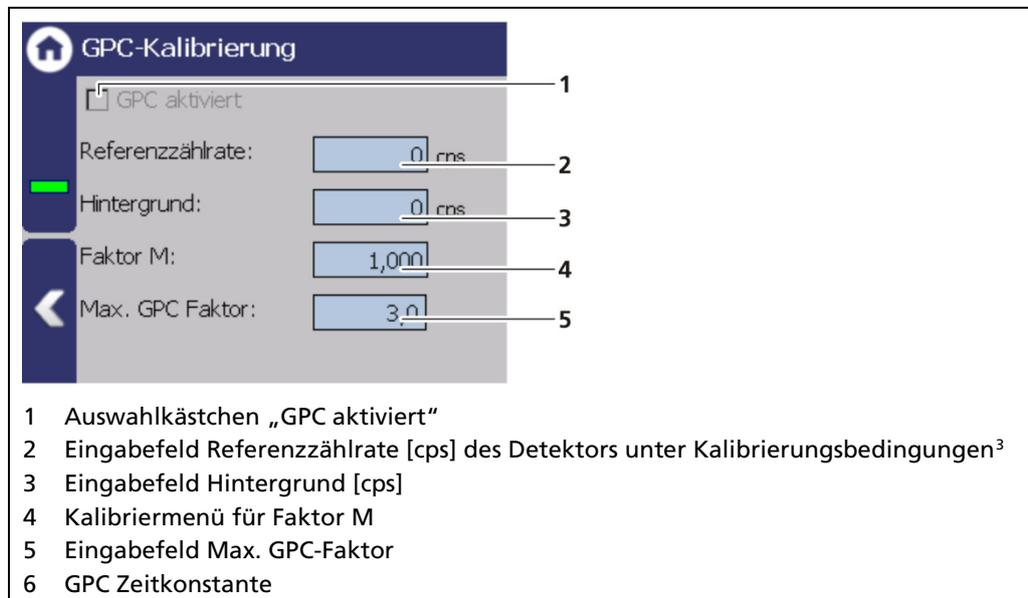

Abb. 94 GPC Kalibrierung
Das Auswahlkästchen „GPC aktiviert“ (Abb. 94, Pos.1) kann nur ausgewählt werden, wenn ein Detektor für die Gasdichtemessung konfiguriert ist und für „PV“ die Einheit % ausgewählt ist.
Die Referenzzählrate der angeschlossenen Dichtemessung, muss beim gleichen Druck aufgenommen werden, bei der die Füllstand-Kalibriertabelle aufgenommen wurde. Deshalb wird empfohlen die Referenzzählrate sofort nach der Aufnahme der Füllstand-Leerzählrate einzulesen. Hierzu muss auf das Eingabefeld für die Referenzzählrate (Abb. 94, Pos.2) geklickt werden, um die Referenzzählrate einzulesen.
1. Klicken Sie auf das Eingabefeld „Referenzzählrate“ (Abb. 94, Pos.2).
Die Hintergrund-Zählrate (Abb. 94, Pos.3) gibt die natürliche Hintergrundstrahlung des Gasdichte-Detektors an, wenn keine Strahlenquelle installiert ist. Diese Zählrate wird durch das System kompensiert.
1. Klicken Sie auf das Textfeld „Hintergrund“ (Abb. 94, Pos.3).
Nachdem alle Werte im Fenster GPC-Kalibrierung eingegeben, bzw. berechnet wurden, kann mit dem Auswahlkästchen „GPC aktiviert“ (Abb. 94, Pos.1) die GPC-Funktion aktiviert werden.
Im Eingabefeld „Max. GPC-Faktor“ (Abb. 94, Pos. 5) wird der maximale Faktor angegeben, mit dem die Füllstandzählrate kompensiert werden darf. Der Default-Wert ist 3,0.